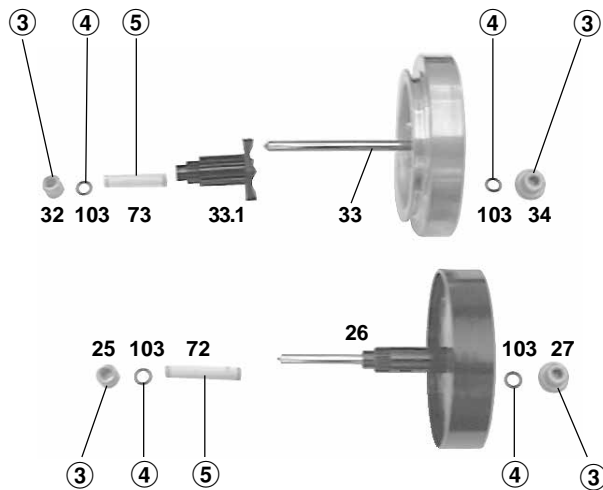

Fig. 12
Achten Sie beim Aus- und Einbau des Schwungrades auf die beiden Lager (3), die beiden Scheiben (4) und die Feder (5) (Fig. 12).
When removing and refitting the flywheel take care of the two bearings (3), the two washers (4) and the spring (5) (Fig. 12).